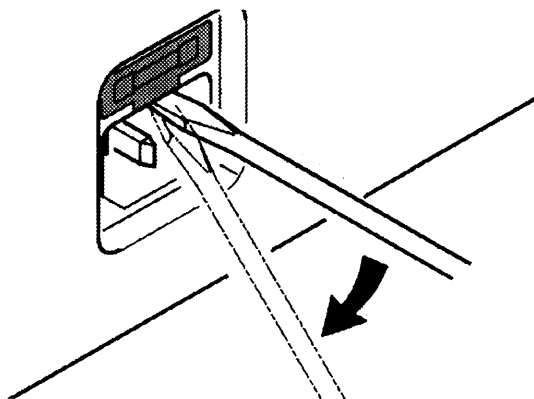

図1-2 ヒューズホルダの外し方
- ① 電源スイッチをOFF (0) にし、電源コードのプラグを抜いてください。
- ② 図1-2のように、ヒューズホルダを外します。